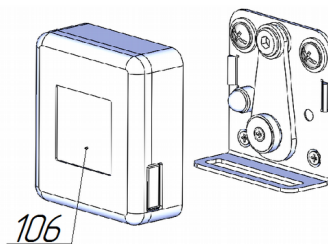
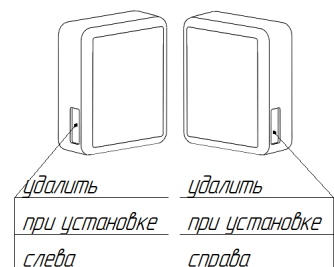

Рис.11.1
Рис.11.2
24) Опробовать работу механизма после сборки изделия. Поднять раму кровати в вертикальное положение, нажать на раму в области механизма фиксации поз.105 до щелчка. Механизм должен защёлкнуться и надёжно удерживать раму в этом положении. При повторном нажатии до упора в области расположения механизма поз.105, рама должна перейти в приоткрытое положение. В случае отсутствия срабатывания механизма, проверить правильность стыковки узла, присоединённого к раме и узла, присоединённого к коробу. Проверить и при необходимости повторить регулировки в соответствии с п.17 и п.23 данной инструкции. Повторить проверку работоспособности. После успешного завершения регулировок нажатием удалить заглушку бокового отверстия на кожухе поз.106 с надписью «правый», если механизм фиксации поз.105 установлен на правой боковине короба (рис.11.2). Соответственно, удалить заглушку с надписью «левый», если механизм на левой боковине короба. Надеть на механизм фиксации поз.105 кожух поз.106 (рис.11.1).